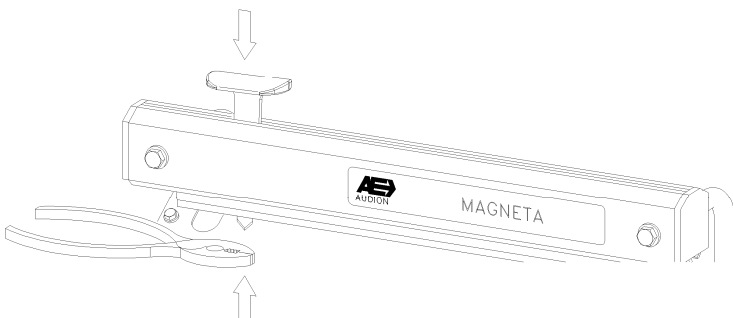

Fig. 3
8. Si le couteau est usé ou abîmé, on peut l'extraire de son support en pressant le bouton et en même temps le tirant à l'aide d'une pince. Agir de façon similaire pour le remplacer (fig. 3.).
8. Når kniven er slidt eller knækket kan denne udskiftes ved at trykke knivholderen ned, hive kniven ud og isætte en ny. Det kan anbefales evt. at benytte en fladtang. (fig 3).
8. Förslitning avskärning - Ett slött knivblad utbytes genom att pressa ned den röda knivhållaren och dra ut knivbladet rakt ned (lämpligen med hjälp av en tång) och trycka in ett nytt emellan den fjädringsbelastade plåten i knivsläden (fig.3.).
8. En slitt kniv skiftes enkelt ved å trykke ned den røde knivholderen, dra ut den gamle kniven og skyv inn en ny. Kniven er meget skarp og det anbefales derfor å holde kniven med en tang (fig.3).